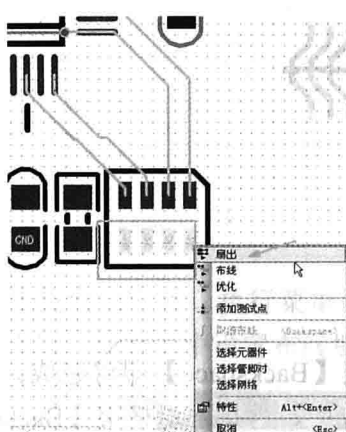
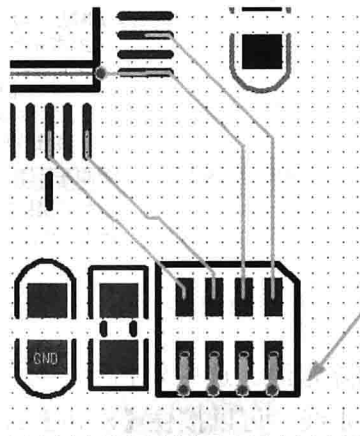
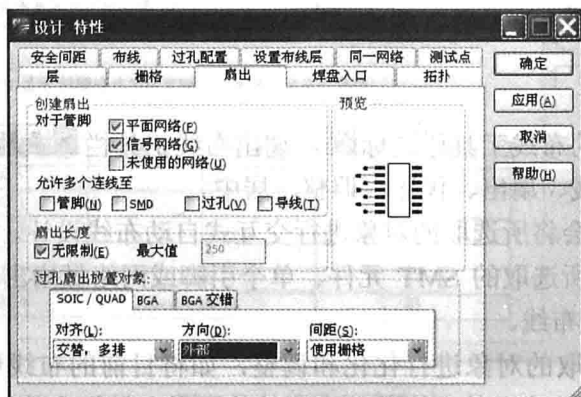

图 8-41 【扇出】菜单命令
图 8-42 扇出结果
图 8-43 扇出选项设置
(2) 扇出：选中需要扇出的引脚后，单击鼠标右键，在弹出的快捷菜单中执行菜单命令【扇出】，如图 8-41 所示。完成后如图 8-42 所示。扇出前需要设置扇出选项，如图 8-43 所示。